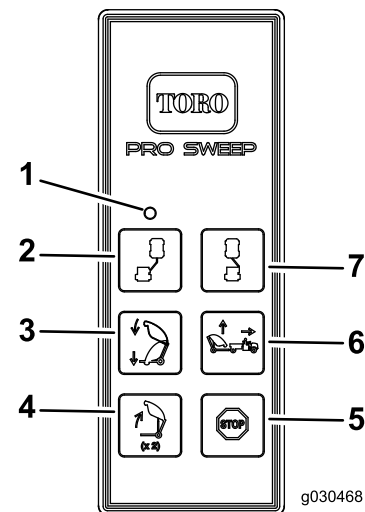

Figure 28
2. Lorsque la trémie est à la hauteur de transport, appuyez sur le bouton de vidage de la trémie, relâchez le bouton, puis appuyez de nouveau sur le bouton et maintenez-le enfoncé (Figure 28).